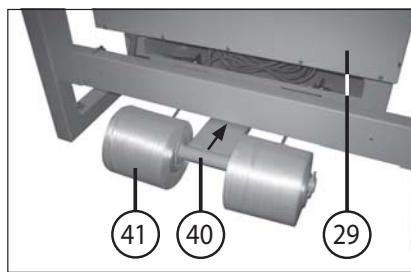

Fig. 4
- 29 = Caja de distribución (fig. 4)
- 40 = Soporte del rollo de la cinta (fig. 4 y 17)
- 41 = Rollo de la cinta (fig. 4 y 17)